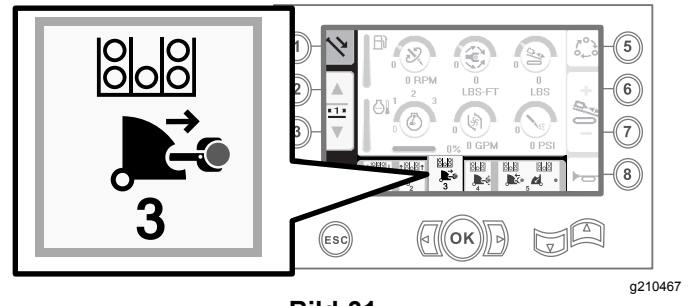

Bild 31
6. Lassen Sie den Kippschalter los, um auf den nächsten Schritt in der Folge zu gehen (Bild 31).